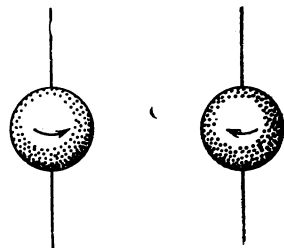

Рис. 5. Вращение электрона вокруг оси, проходящей через его центр.
4. Спиновое квантовое число  $m_s$ 1 обусловлено вращением (спином) электрона вокруг собственной оси. При этом вращение может происходить как по ходу часовой стрелки, так и против (рис. 5). Соответственно, и спиновое квантовое число может принимать только два значения:  $+\frac{1}{2}$  и  $-\frac{1}{2}$ , в зависимости от того, параллельно или антипараллельно магнитному полю, обусловленному движением электрона вокруг ядра, ориентируется магнитное поле спина электрона. Спин электрона графически изображается стрелками: либо  $\uparrow$ , либо  $\downarrow$ . Два электрона (пара, дублет) с противоположно направленными спинами называют *антипараллельными* и обозначают:  $\uparrow\downarrow$ . Два электрона с одинаково направленными спинами называются *параллельными* и их обозначают стрелками, направленными в одну сторону:  $\downarrow\downarrow$ .